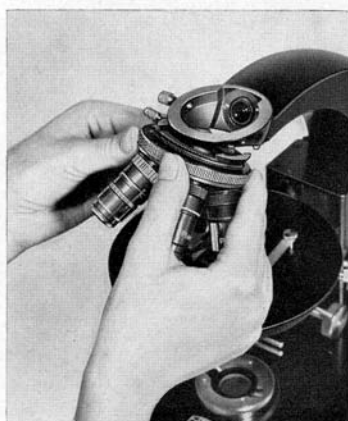

Bild 13
Ein Schlittenrevolver wird am Stativ so angebracht, daß zunächst die Schiene, an der die Klemmschraube sitzt, zu etwa $\frac{2}{3}$ parallel in der Führung ruht (Bild 13). Dann wird die andere Führungsschiene an den Stativkopf geschwenkt, der Schlittenrevolver in beiden Führungen bis zum Anschlag in Richtung auf den Tubusträger (3) gezogen und mit der Klemmschraube festgesetzt.